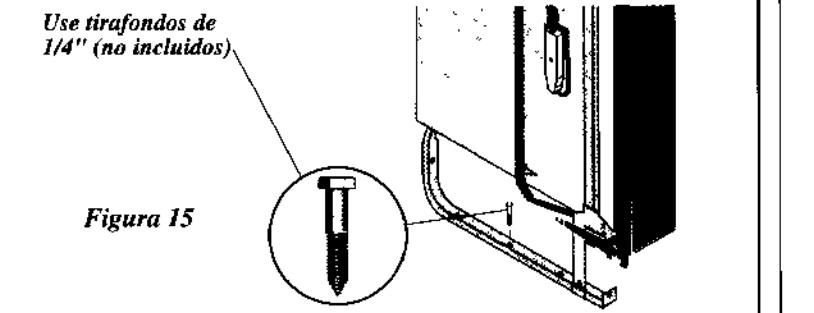

Figura 15
- Atomille los tirañones de 1/4", no incluidos, a través de los agujeros provistos en el riel del bastidor. Ver Figura 15.